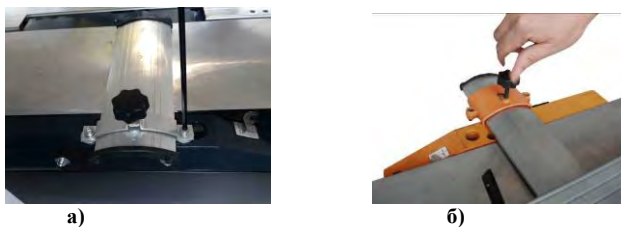

Рис.6 Установка защитного кожуха фрезы
6.11. Установить защитный кожух фрезы, см.рис.6.